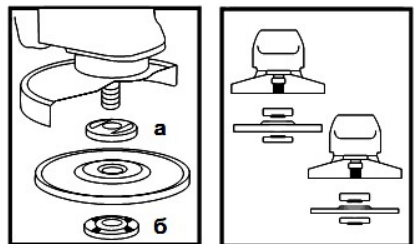

Рисунок 2
4.4 Встановіть на виріб шліфувальний або відрізний круг. Для цього натисніть на кнопку фіксації шпинделя (1) і поверніть шпindel до такого положення, при якому він зафіксується. За допомогою вилочного ключа з комплекту виробу відверніть і зніміть затискну гайку (б) (дивіться рисунок 2). Встановіть шліфувальний диск на посадкове місце фланцевої шайби (а) (рисунок 2), наживить рукою затискну гайку на шпindel і затягніть її ключем з комплекту виробу. Відпустіть кнопку фіксації шпинделя і переконайтеся в тому, що кнопка звільнена, через дво- або триразове натискання. Проверніть диск і переконайтеся, що шпindel розблокований.